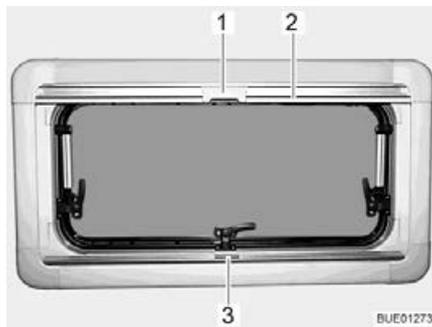

Bild 119 Ausstellfenster
- faltverdunklung in der Mitte der Griffleiste (Bild 119,3) fassen, von unten nach oben ziehen und auf der gewünschten Höhe loslassen. Die faltverdunklung bleibt in dieser Höhe stehen.
- Insektenschutzrollo an der Griffleiste (Bild 119,2) nach unten ziehen, bis es an der Griffleiste der faltverdunklung (Bild 119,3) anstößt.
- Raste (Bild 119,1) am Insektenschutzrollo mit der Griffleiste der faltverdunklung verriegeln.
- Raste (Bild 119,1) am Insektenschutzrollo oben nach hinten drücken.
- Insektenschutzrollo an der Griffleiste (Bild 119,2) langsam zurückführen.